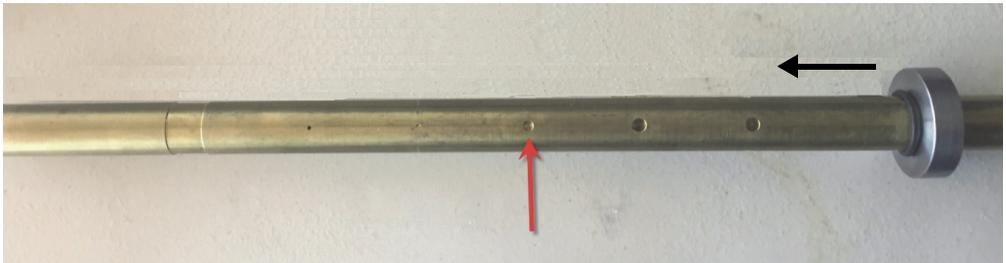

Figura 5-175 Desplazamiento de la arandela de soporte
1. Deslice las juntas tóricas del tubo para permitir el desplazamiento de la arandela de soporte. Desplace la arandela de soporte sobre el defecto y ubique las juntas tóricas contra la arandela de soporte para mantenerla en posición (vea la Figura 5-175 en la página 273).